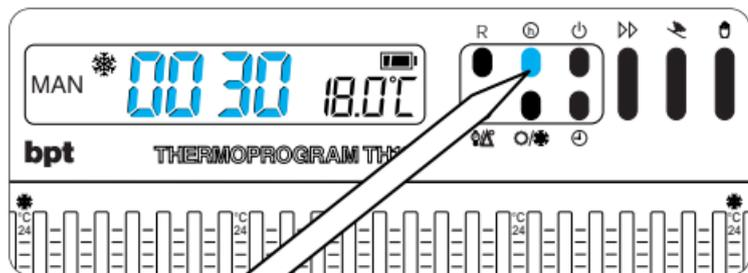

Fig. 34
10.1 - Premere il pulsante **h** (fig. 34).
*Per effettuare l'azzeramento del contatore, premere in successione (entro 5 s) il pulsante **h** ed il pulsante **o** (fig. 34 e fig. 35). Dopo l'azzeramento*